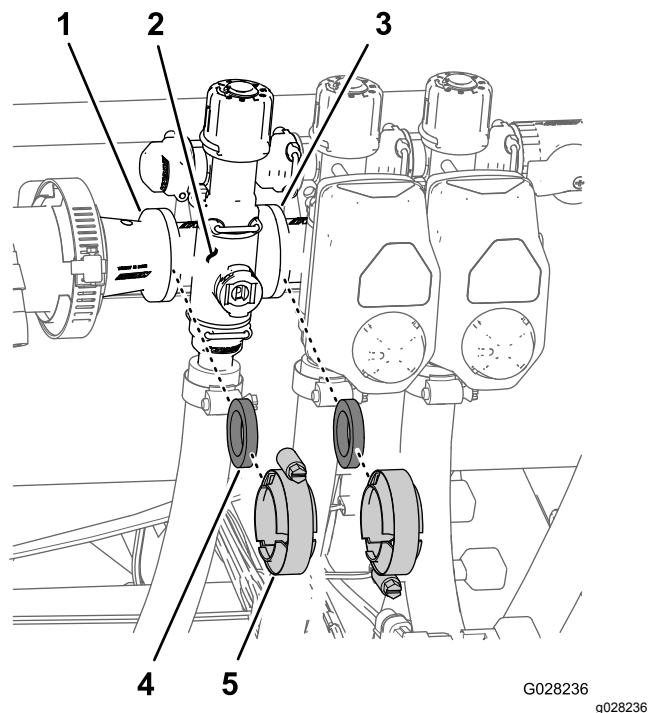

Figura 68
1. Retire as braçadeiras e as juntas que fixam o coletor para válvula de secção (**Figura 68**) à válvula de secção adjacente (se válvula de secção esquerda e acoplador de redução).